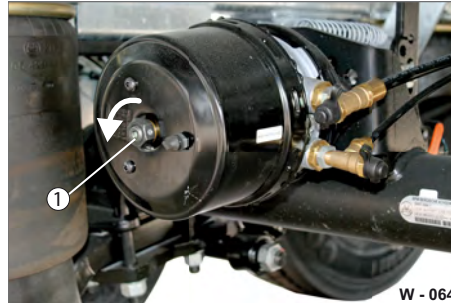

Abb. 64 Feststellbremse lösen
- ▶ Drehen Sie die Löseschraube (Abb. 64/1) auf.
- ▶ Drehen Sie die Löseschraube (Abb. 64/1) zu.